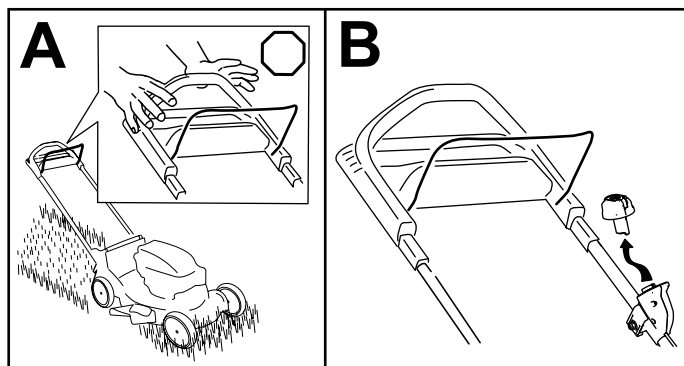

Figure 16
1. Relâchez la barre de commande de la lame (A de la Figure 16).
2. Retirez le bouton de démarrage électrique du démarreur électrique (B de la Figure 16).